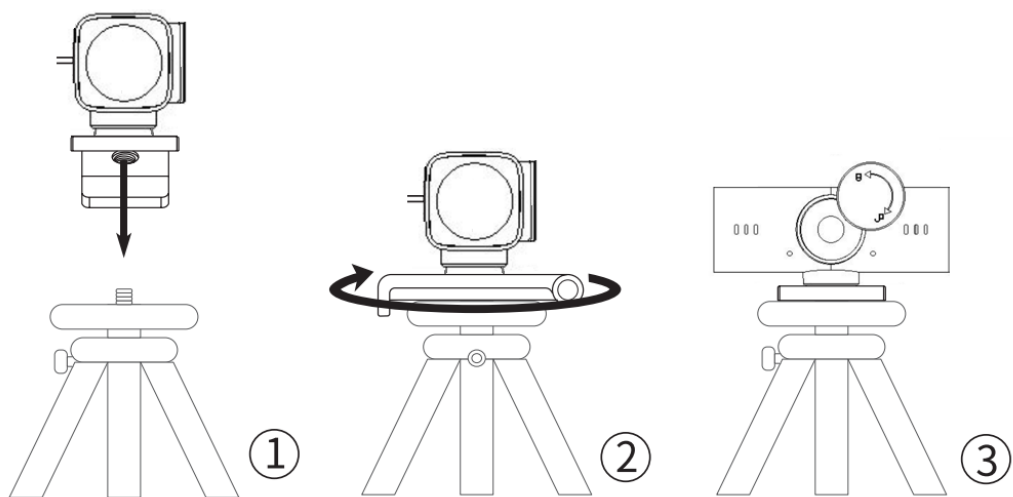

Рисунок 4 - Установка веб-камеры на штатив с резьбовым соединением
- совместить крепёжный винт штатива с монтажным отверстием на креплении веб-камеры (см. рисунок 4 (1));
- закрутить веб-камеру по часовой стрелке (см. рисунок 4 (2));